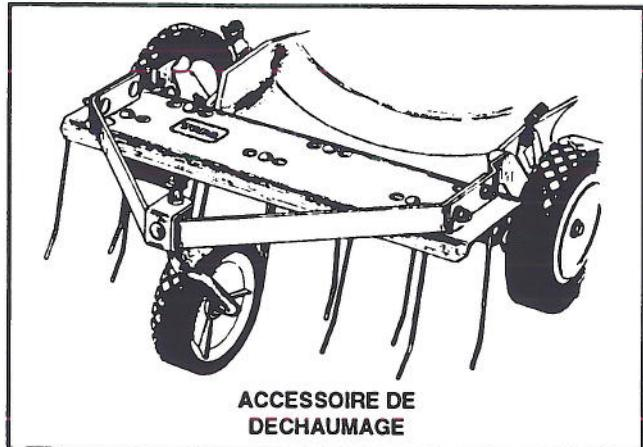

Figure 23
1. Déchaumeur (modèle 59131) – S'installe en quelques minutes à l'avant de la tondeuse afin de faciliter les manœuvres. Des fourches à ressort désagrègent le chaume afin de permettre une bonne aspiration dans le sac à herbe (fig. 23) et donc un enlèvement pratique.